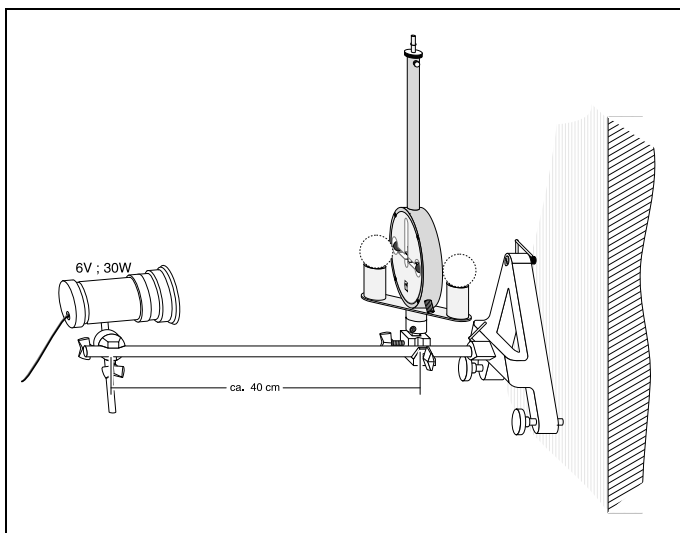

Fig. 3
Wand-Aufbau (siehe Fig. 3)
Wall assembly (see Fig. 3)
3.2 Wandmontage des Stativfußes (vor Erstinbetriebnahme erforderlich für einen Aufbau an der Wand gemäß Fig. 3)
3.2 Mounting the stand base on the wall (required for wall mounting as shown in Fig. 3 before using the setup for the first time.)
Anordnung - zunächst ohne die großen Bleikugeln - gemäß Fig. 3 an der Wand (oder sinngemäß auf einem stabilen Tisch auf der Optischen Bank) aufbauen .
Assemble the arrangement - initially without the large lead balls - on the wall as shown in Fig. 3 (or similarly on the optical bench on a sturdy lab bench).